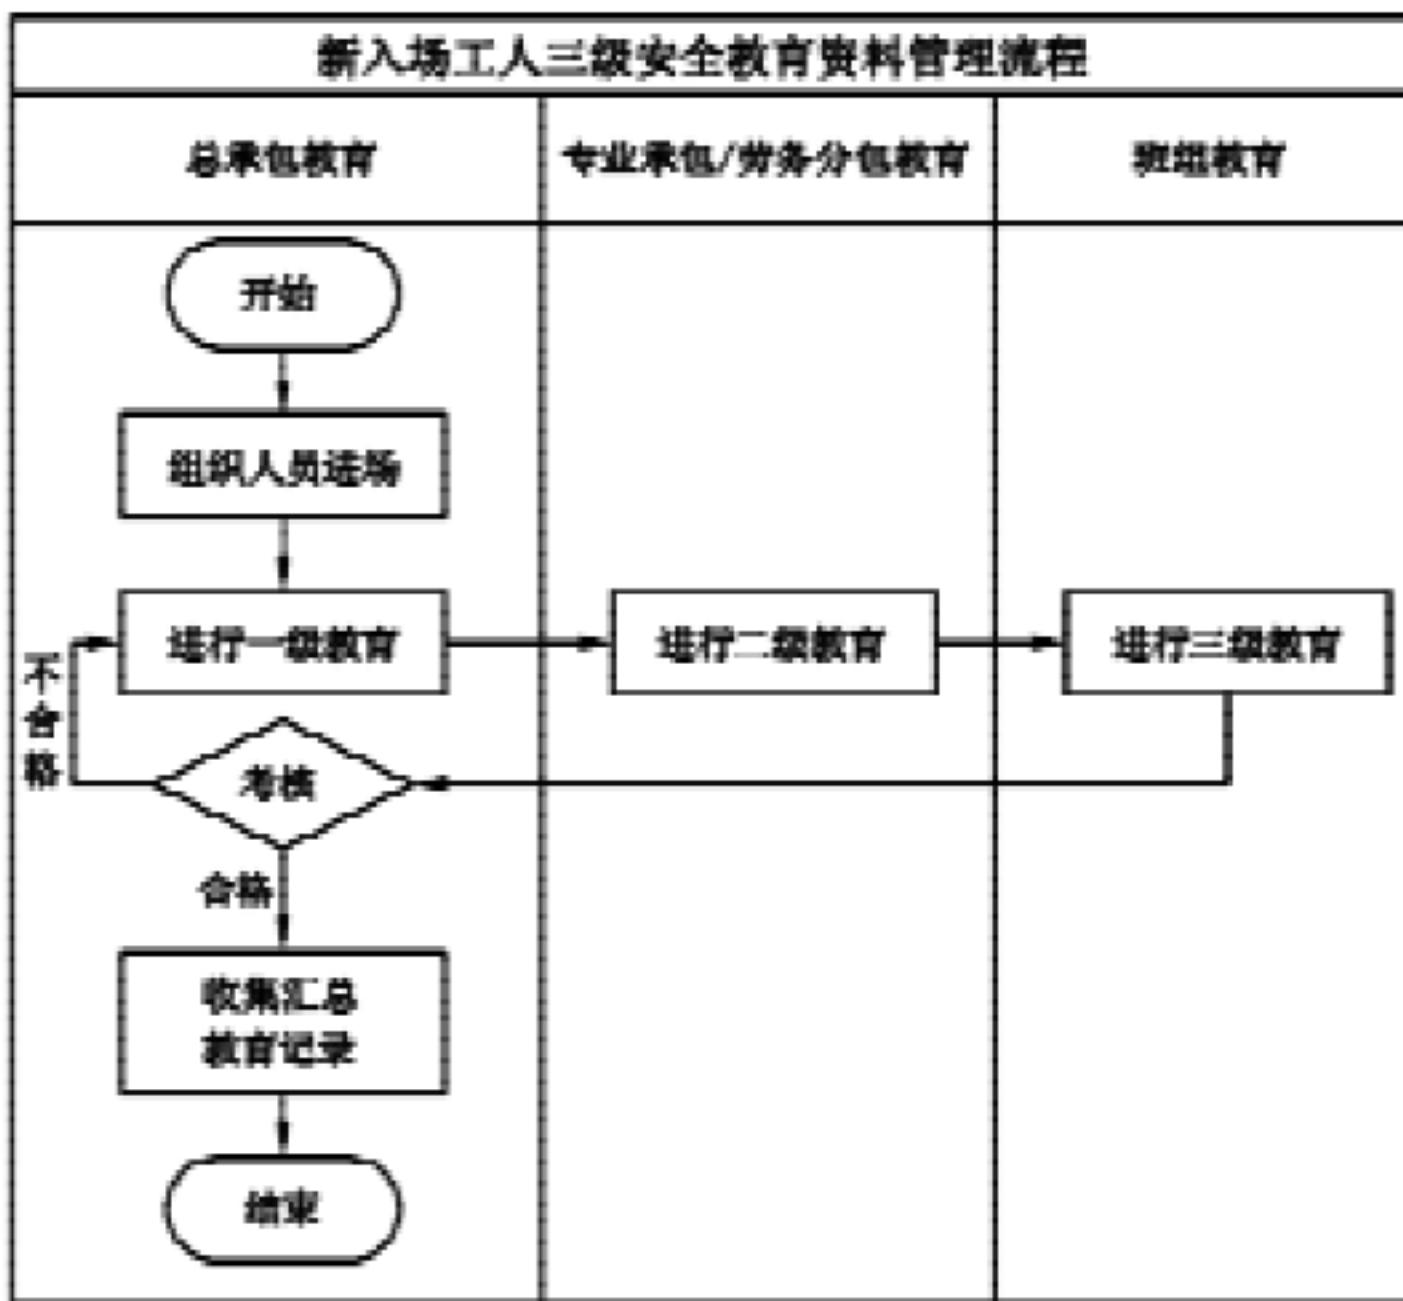

图 7-5 新入场工人三级安全教育资料管理流程
7.6.3 新入场工人三级安全教育资料管理流程(图 7-5)如下：